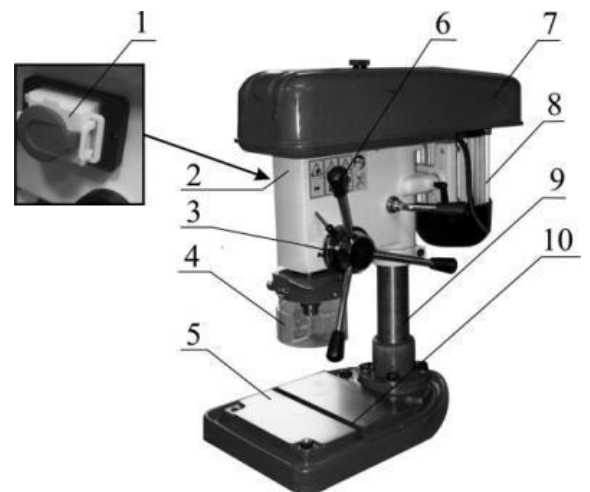

Рисунок 2.
3.2 Основные узлы и детали оборудования (см. рис.2).
3.3 Краткое описание конструкции оборудования (см. рис. 2).